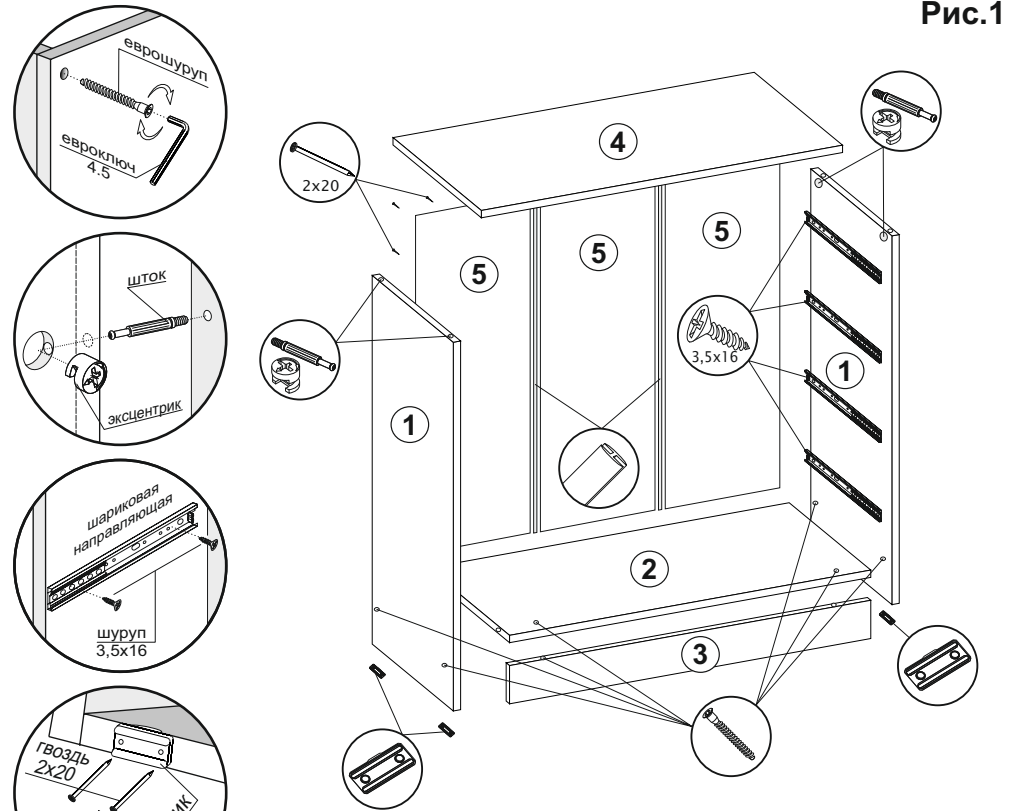

Рис.1
- К боковинам (1) монтировать направляющие шурупами 3,5х16 по наметкам (рис.1).
- Соединить боковины (1), стяжку (2) и цоколь (3) еврошурупами (рис.1).
- К собранной части изделия монтировать крышу (4) с помощью эксцентриков (рис.1).
- Перевернуть собранное изделие лицевой частью вниз, замерить диагонали секции (они должны быть равны: ± 2 мм). Прибить гвоздями 2х20 подпятники и заднюю стенку, состоящую из ДВП (5) и соединительных планок (рис.1).